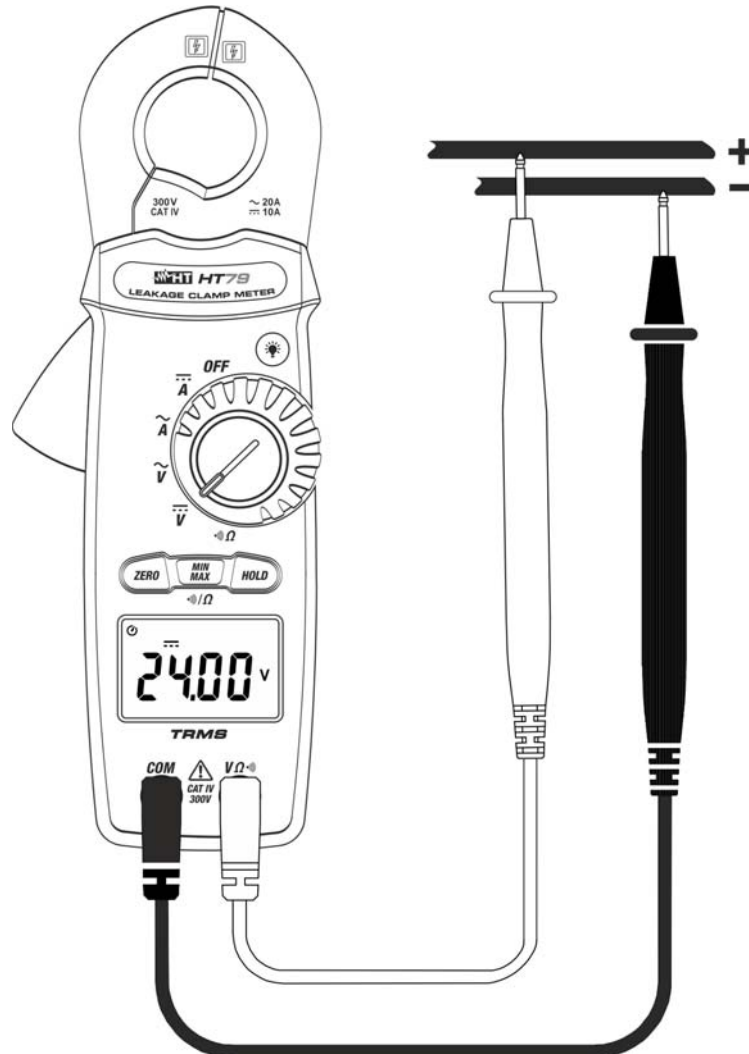

Fig. 4: Uso del instrumento para medida de Tensión CC
3. Posicione las puntas en los puntos deseados del circuito en examen (vea la Fig. 4). El valor de la tensión se muestra en pantalla